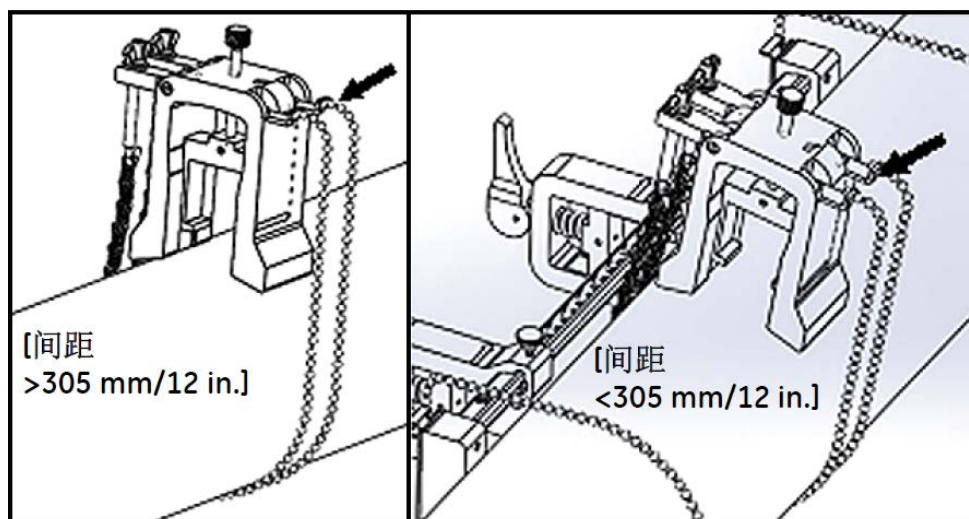

图 27: 固定后的轭架链条
3. 将轭架链条围绕管子一圈，再固定到轭支架上，如下面的 图 27 所示。